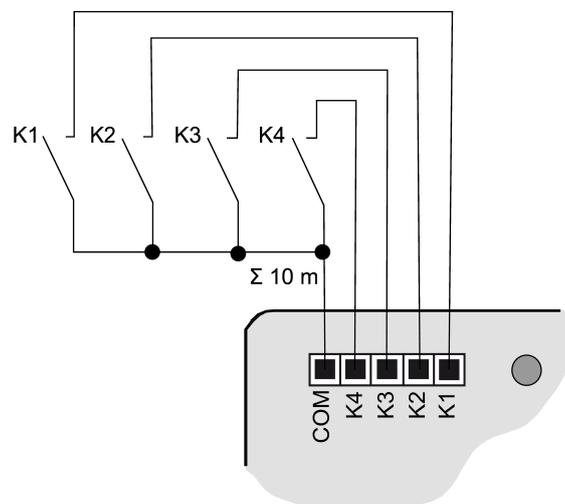

Bild 3: Anschlussbeispiel 4fach
- Taster, Schalter oder Kontakte gemäß Anschlussbeispiel mit beigelegten Anschlussleitungen (4) anschließen (siehe Bild 3).